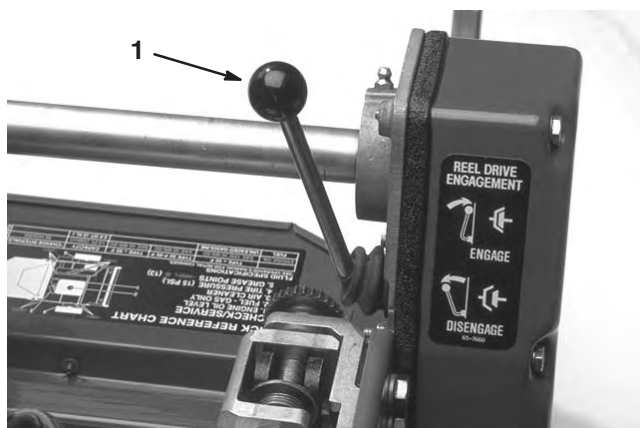

Bild 21
Spindeltriebshebel (Bild 21)
1. Achten Sie darauf, dass sich der Fahrtriebshebel (Bild 20) und der Spindeltriebshebel (Bild 21) in der Stellung „Ausgekuppelt“ befinden.